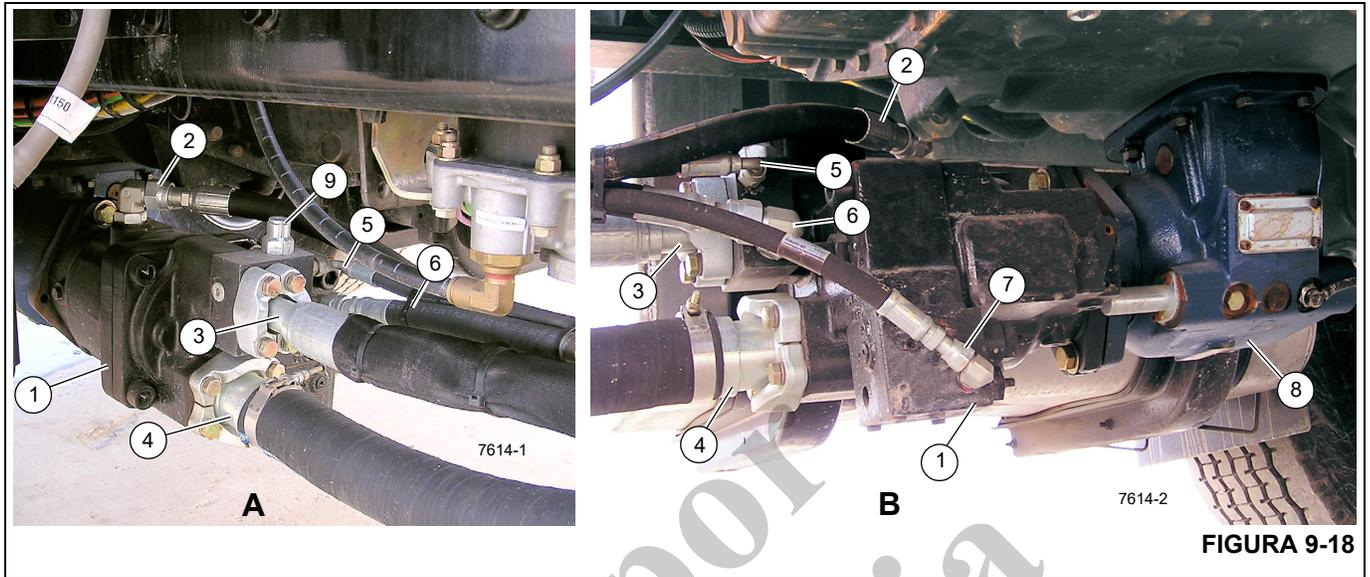

Figura 9-18 Números de artículos
La presión del sistema hidráulico es suministrada por una bomba hidráulica de émbolos (1, Figura 9-18) que se monta en la toma de fuerza (TDF) (8) del camión. La bomba es impulsada en sentido contrahorario y suministra 75 gal/min.
10. Si se utiliza la configuración que se ilustra en la Figura 9-18, asegúrese de poner la lumbrera de vaciado de la caja (2) en el punto más alto sobre el nivel del suelo.
14. Quite las tapas contra polvo de las lumbreras de entrada y de salida de la bomba e instale los adaptadores y líneas hidráulicas (vea la Figura 9-18).
En la Figura 9-18, la foto A corresponde al lado del conductor y la foto B al lado del pasajero.